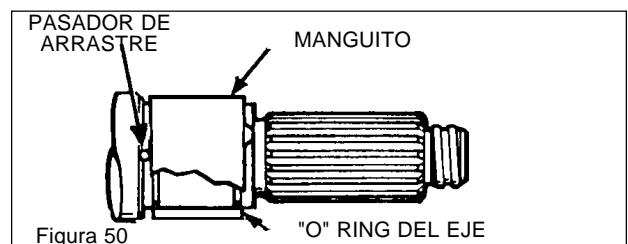

Figura 50
- b. Quite los manguitos y los "O" rings de los ejes. (Vea la figura 50)